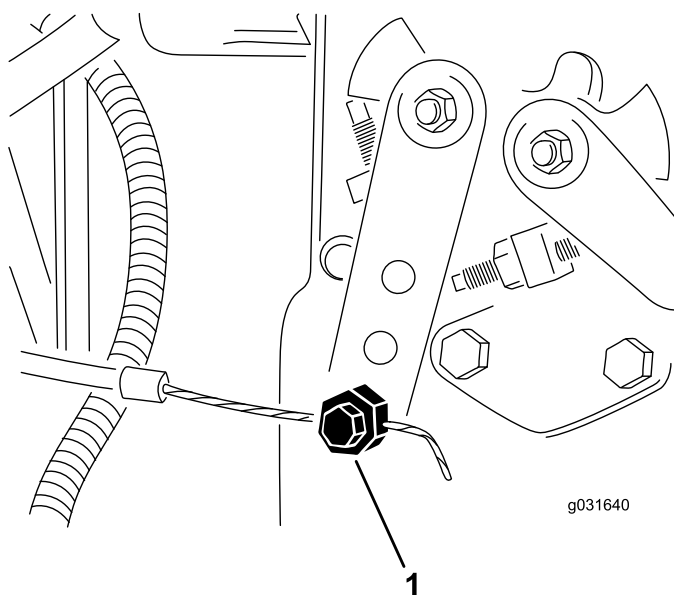

Figura 63
2. Afloje el conector del cable del acelerador en la palanca de la bomba de inyección (Figura 63).